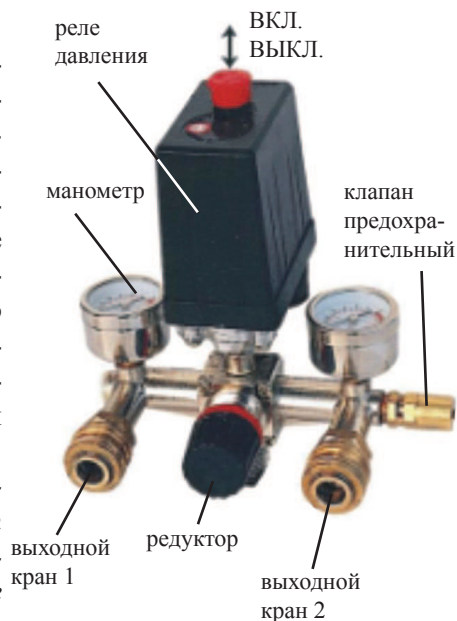

Рис. 2
7.2 Регулировка выходного давления (рис. 2).